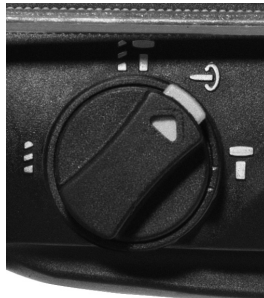

Fig. 6 – Posição neutra
- Nesta posição o mandril fica livre, com o objetivo de, quando o operador for utilizar uma talhadeira, ele possa girar e colocar na posição desejada para cada operação. Ao optar pela sua utilização, o operador não deve acionar o gatilho do equipamento. Para utilizar a posição neutra, basta pressionar a trava de segurança e girar a manopla (5) na posição , conforme mostra a Fig. 6.